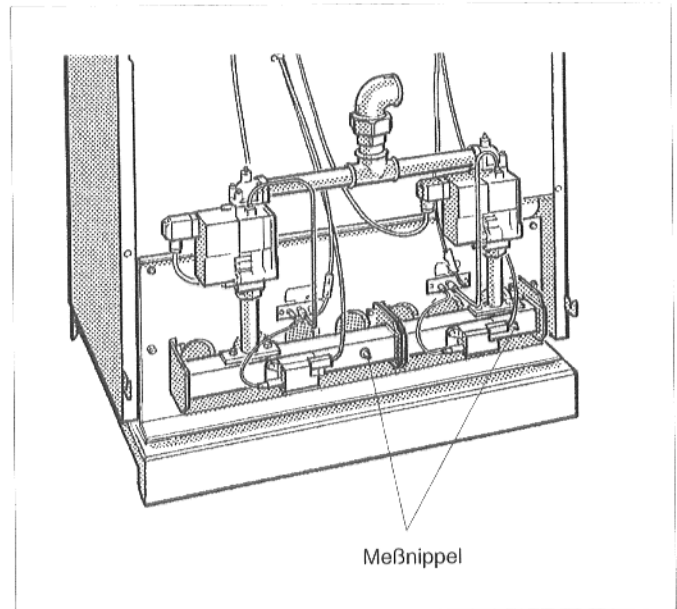

Abb. 31: Meßnippel am Gasverteilerrohr
- Verschlußschraube des Meßnippels am Gasverteilerrohr zwei Umdrehungen lösen (Abb. 31).